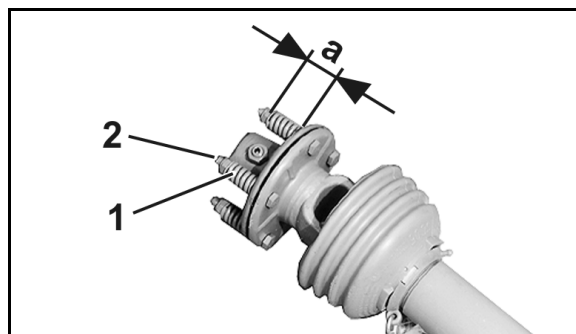

Fig. 76
2. Aflast fjedrene (Fig. 76/1) ved at løsne møtrikkerne (Fig. 76/2).